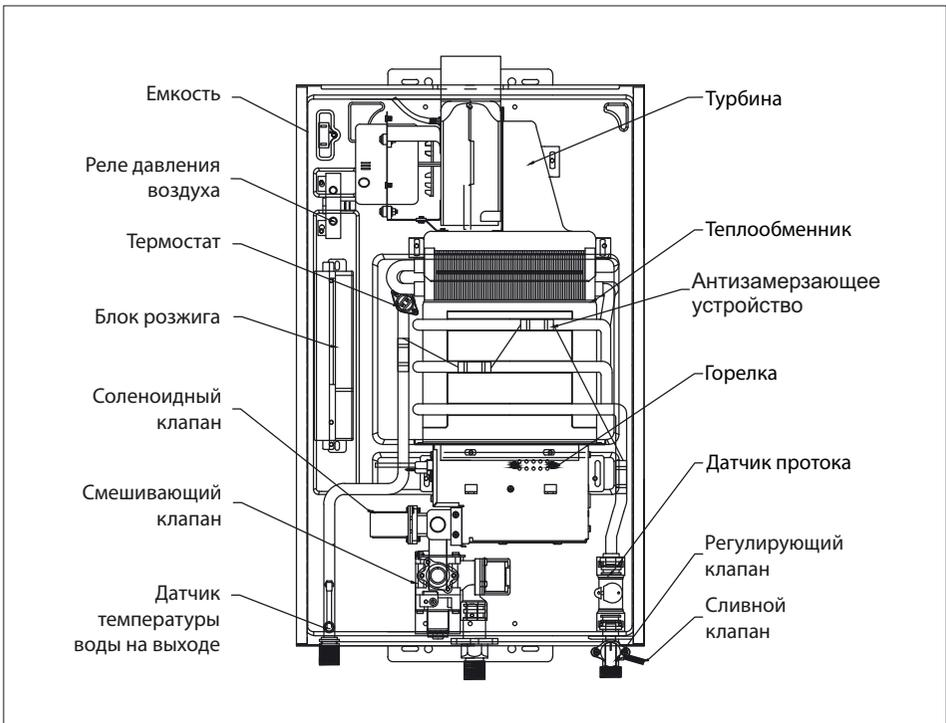

Рис. 2. Внутреннее строение аппарата
- в) Открыть сливной клапан (рис.2.), чтобы полностью осушить теплообменник;